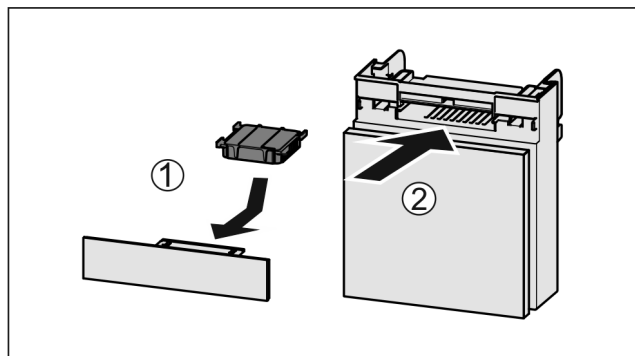

Fig. 180
- Umetnite filtara s aktivnim ugljenom kao što je prikazano na slici Fig. 180 (1).
- Umetnite pretinac Fig. 180 (2).